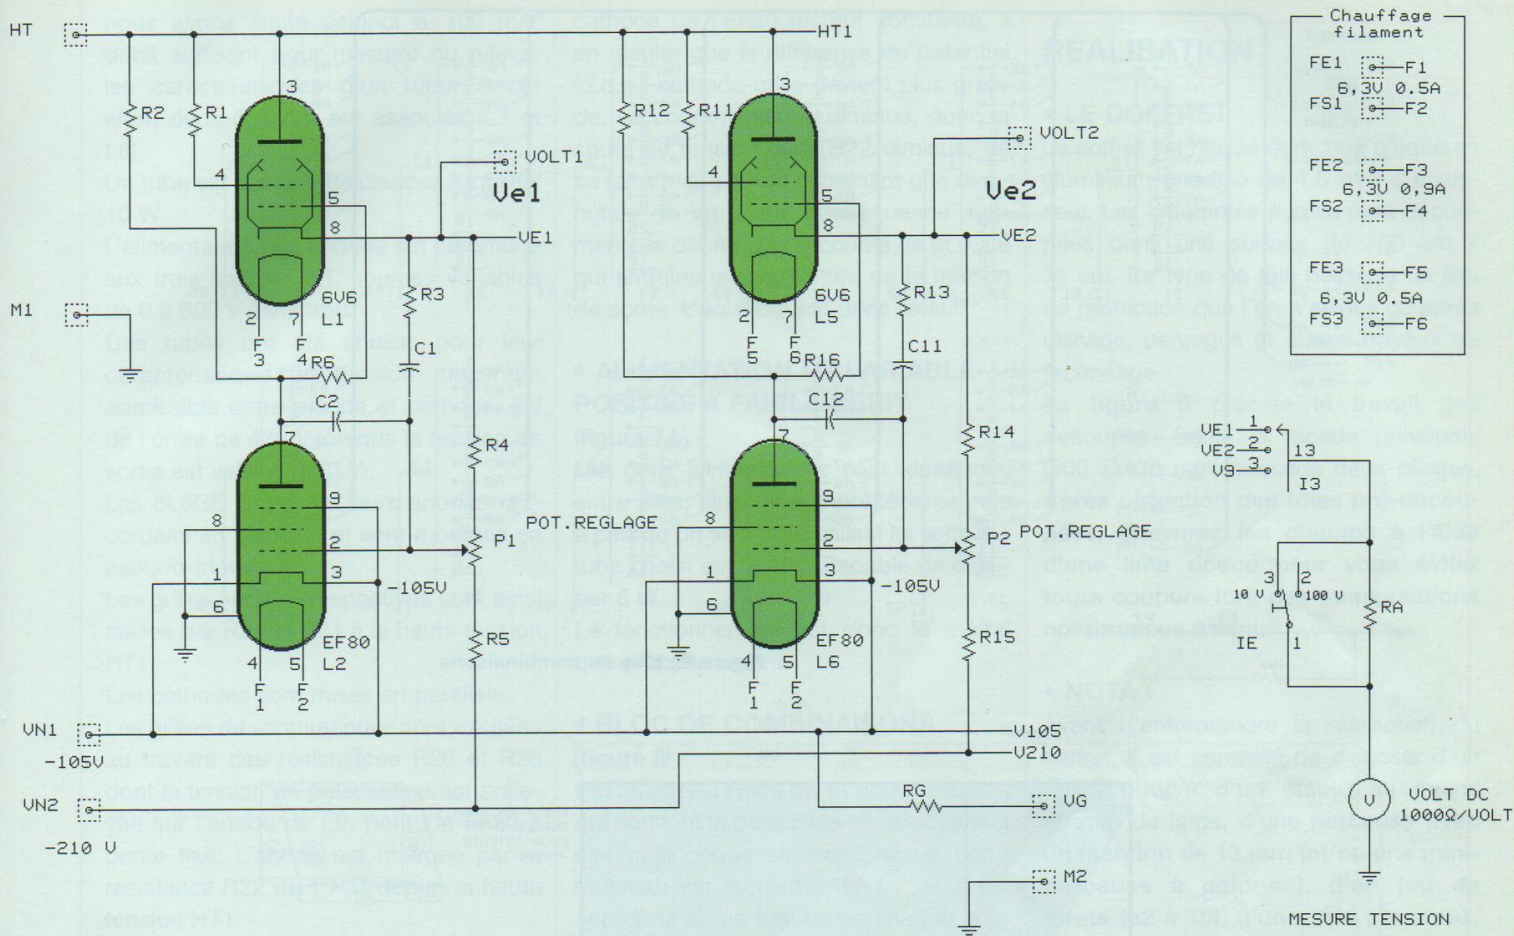

Figure 7A : double alimentation à 6V6
• ALIMENTATION HT VARIABLE POSITIVE À FAIBLE DÉBIT (figure 7A)